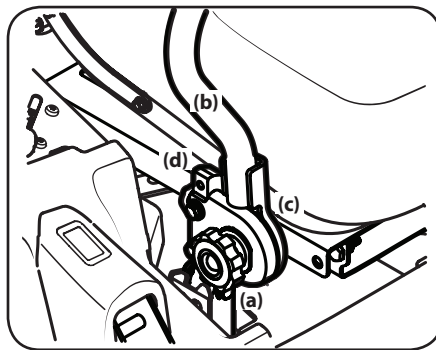

Figure 4-9
1. Desserrez le bouton de réglage (a) situé sur le côté de chaque barre de conduite (b). Voir Figure 4-9.
3. Serrez le bouton de réglage (a) pour fixer la barre de conduite en place. Voir Figure 4-9.